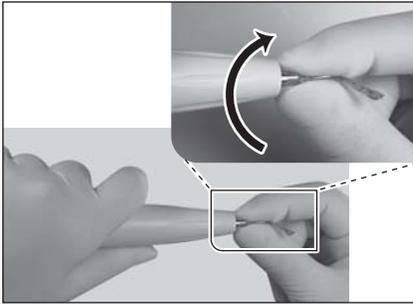

Fig. 19
- 1) Primero, atornille con suavidad en la punta manualmente (Fig. 19).